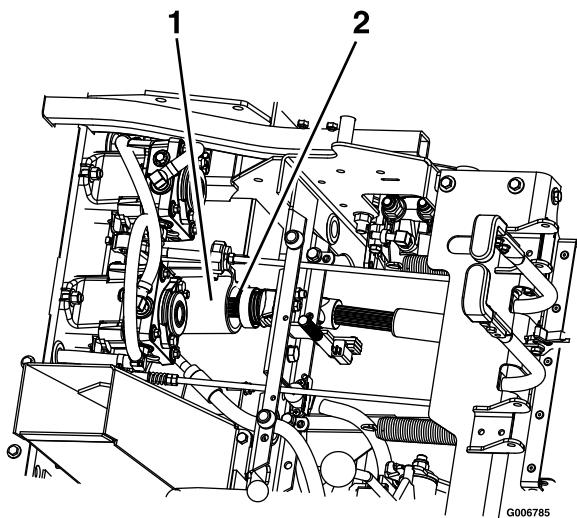

Figura 71
8. Levante el asiento y desconecte el árbol de transmisión usando el acoplamiento rápido del eje secundario (Figura 71).
3. Levante el asiento y conecte el árbol de transmisión al eje secundario (Figura 71)